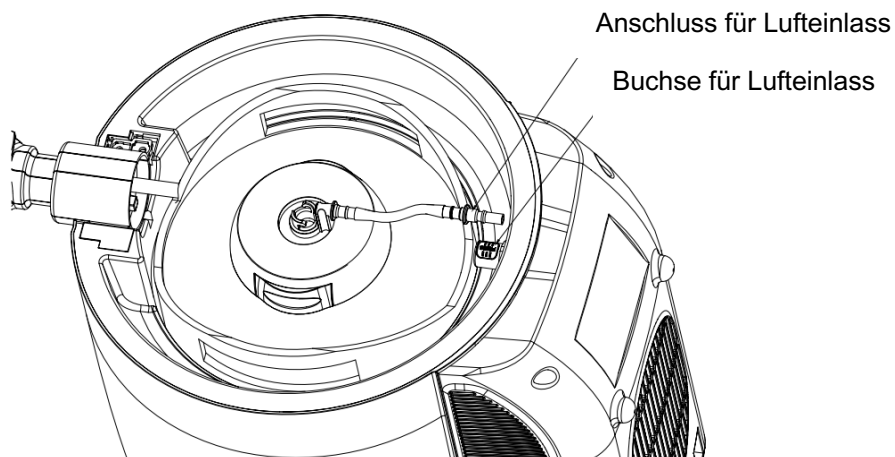

Abbildung 8
10. Stecken Sie den Lufteinlass-Schnellanschluss am Ende des Bierschlauchs an der Bierventilvorrichtung in die Lufteinlass-Schnellanschlussbuchse, und Sie können ein leichtes Klicken hören, das Ihnen zeigt, dass er angeschlossen ist (wie in Abbildung 8 dargestellt).